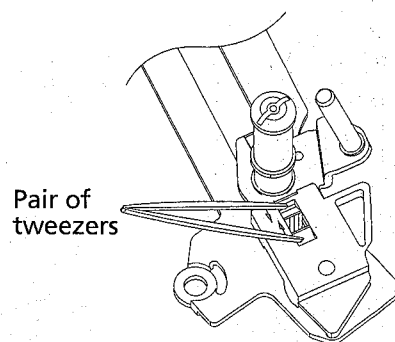

Fig. 9
- Compress the 2 snap hooks by means of a pair of tweezers, and remove the roller unit right (fig. 9).
- Unhinge the loading arm right pos. 25B from the holding plate, and push the latter towards the front to remove it from the guide.
- Die beiden Schnapphaken mit Hilfe einer Pinzette zusammen-drücken und die rechte Rolleneinheit entfernen (Abb. 9).
- Comprimer les 2 sauterelles à l'aide d'une pincette, puis déposer le rouleau de guidage droit (fig. 9).
- Unhook the tension arm spring pos. 11.
- At the bottom side, partially unhinge the left tape end sensor PCB, and remove the tension lever pos. 112.
- Compress the 2 snap hooks by means of a pair of tweezers, and remove the roller unit left (fig. 9).
- Die beiden Schnapphaken mit Hilfe einer Pinzette zusammen-drücken und die linke Rolleneinheit entfernen (Abb. 9).
- Comprimer les 2 sauterelles à l'aide d'une pincette, puis déposer le rouleau de guidage gauche (fig. 9).